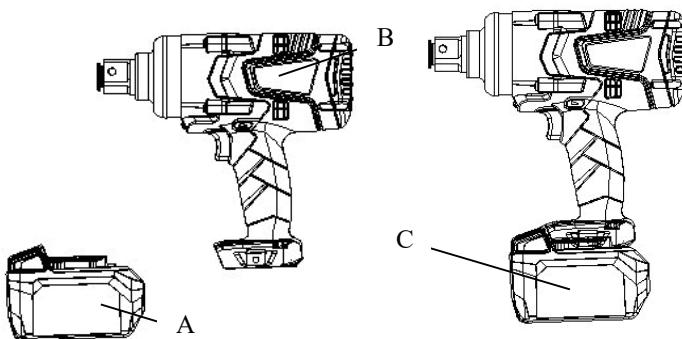

Fig. 2
POUR RETIRER LA BATTERIE : Appuyez sur le bouton de libération de la batterie (C) et sortez la batterie (B) de l'outil (A). (Voir la Fig. 2)
POUR INSTALLER LA BATTERIE : Poussez la batterie (B) dans l'outil jusqu'à ce qu'elle s'enclenche correctement. (Voir la Fig. 2).